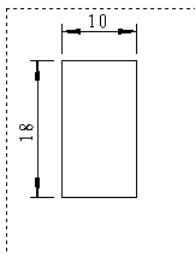

图 5.5.4 旋转视图
Step4. 旋转视图。右击空白视图，在弹出的快捷菜单中选择 **缩放/平移/旋转** → **旋转视图(R)** 命令，在弹出的“旋转工程视图”对话框的 **工程视图角度(A):** 文本框中输入旋转角度值为 90.0，其他参数采用系统默认设置值，最后依次单击 **应用** 和 **关闭** 按钮，结果如图 5.5.4 所示。由此可见，视图中的草图实体随着视图的旋转而旋转。